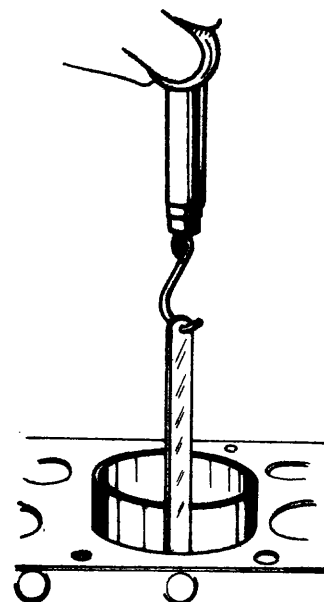

Fig. 4
- La tensión necesaria para desplazar una hoja calibrada (feeller) entre el pistón y la pared del cilindro (fig. 4).